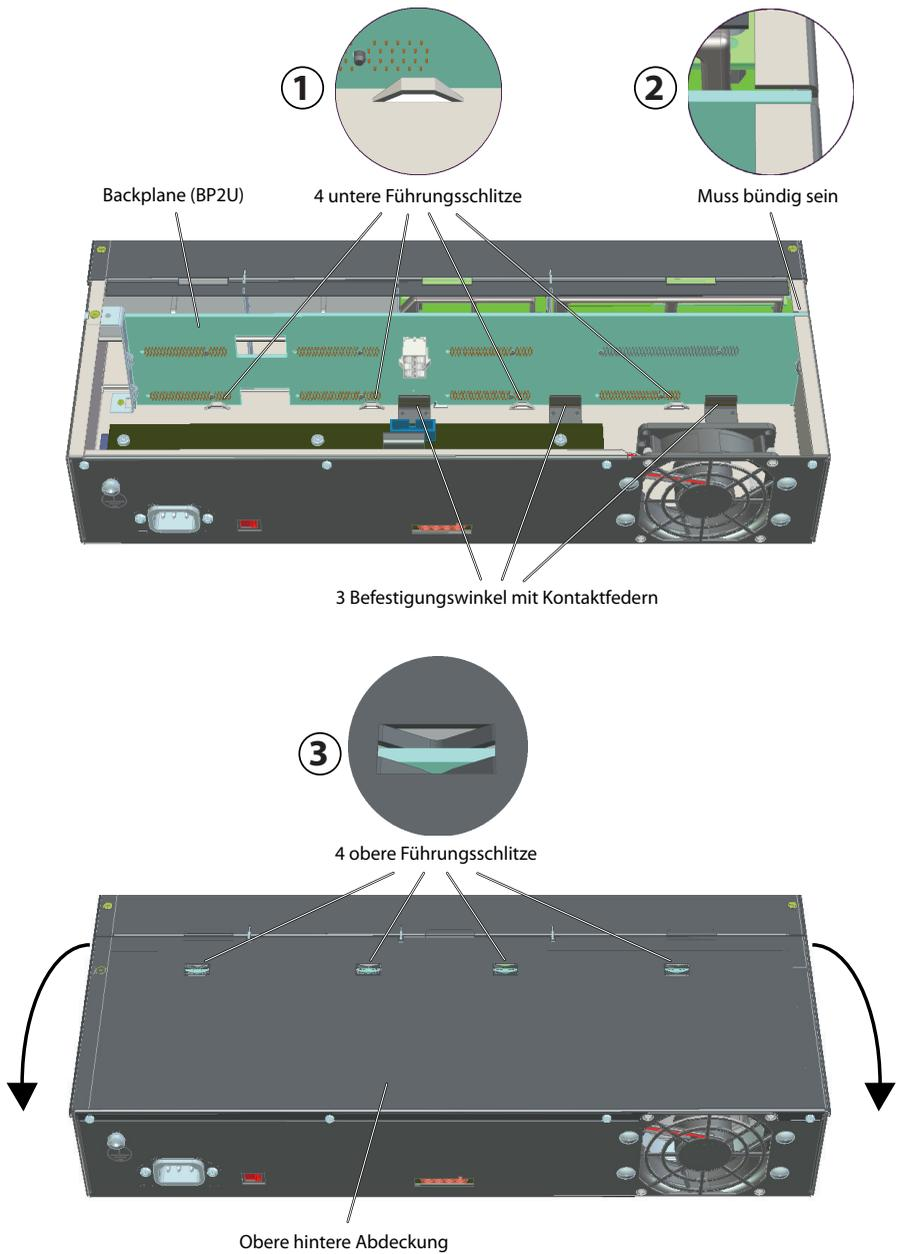

Fig. 20 Korrekter Sitz der Backplane BP2U
6. Montieren Sie die obere, hintere Gehäuseabdeckung. Beachten Sie dabei unbedingt die Hinweise zum korrekten Sitz der Backplane BP2U auf Seite 108 und die dazugehörige Grafik (Fig. 20).
- Kontrollieren Sie den richtigen Sitz der Backplane in den 4 unteren Führungsschlitzen. In jedem Fall müssen Sie die Backplane leicht nach unten drücken, da die Kontaktfedern einen gewissen Gegendruck hinter den Befestigungswinkeln erzeugen (siehe ?in Fig. 20).
- Prüfen Sie, ob die Backplane nicht aus dem Gehäuseoberteil herausragt (siehe ?in Fig. 20).
- Achten Sie beim Schließen der oberen hinteren Abdeckung, dass die Backplane korrekt in den 4 oberen Führungsschlitzen sitzt. Der Deckel sollte sich spannungsfrei und ohne Biegen schließen lassen (siehe ?in Fig. 20).